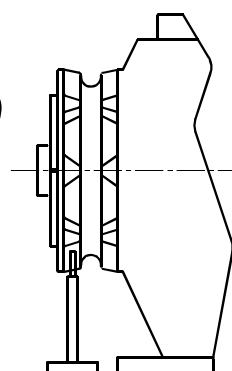

Fig. 2B
- Per i salpa ancora ad asse orizzontale (vedi Fig. 2B) eseguire la foratura sulla circonferenza esterna del barbotin.